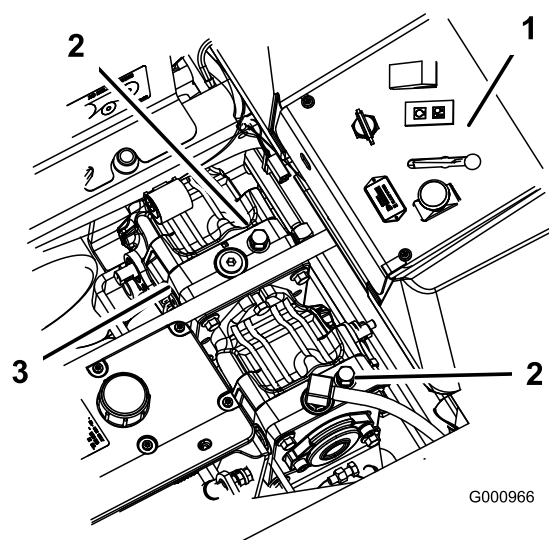

Figura 22
2. Girate le valvole di bypass di un giro in senso antiorario per spingere; il fluido idraulico bypassa quindi la pompa, consentendo alle ruote di girare (Figura 22).
Girate le valvole di bypass di un giro in senso orario per azionare la macchina (Figura 22).